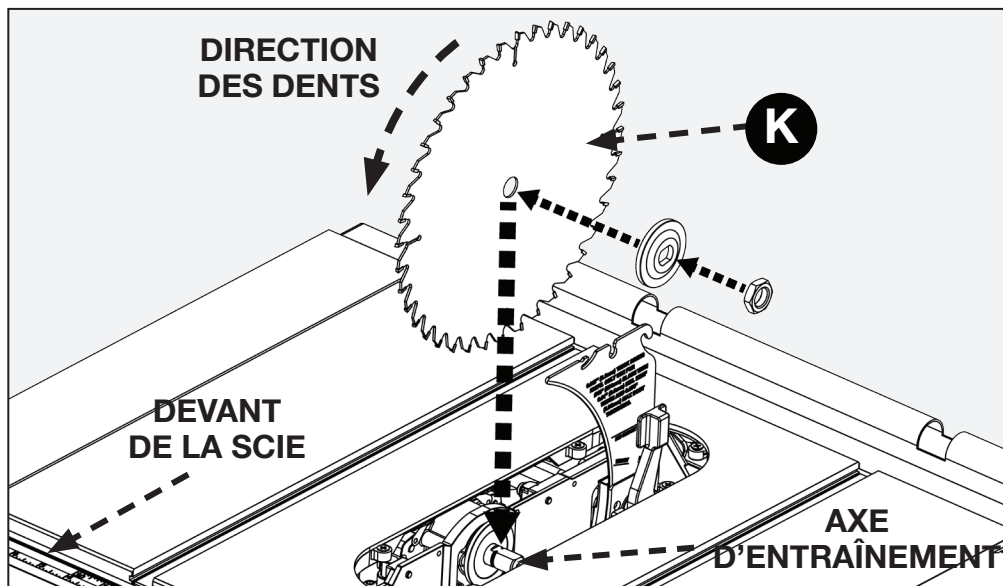

FIGURE 19
Placer la lame (K) sur l'axe d'entraînement avec les dents de la lame tournées vers l'avant de la scie. Placer la rondelle à bride sur l'arbre avec le grand côté de la rondelle contre la lame, puis fixer la lame avec écrou. (Figure 19)